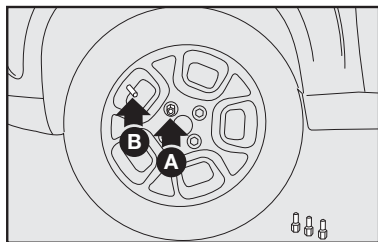

fig. 6
8) Atarraxar apenas um dos parafusos **A-fig. 6**, em correspondência com a válvula de enchimento **B**.